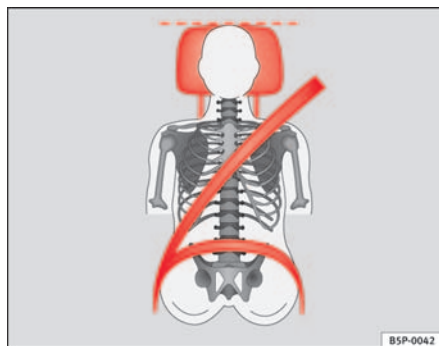
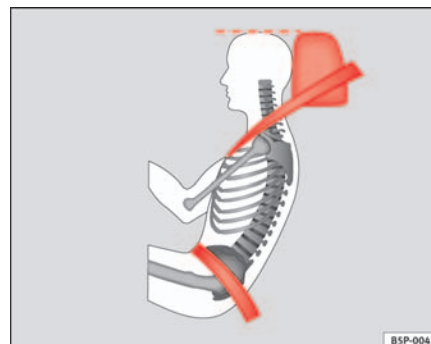

Fig. 87 Visto de frente:
Fig. 88 Visto de lado:
- Ajuste el apoyacabezas de modo que el borde superior del mismo quede a la misma altura que la parte superior de la cabeza, como mínimo a la altura de los ojos. ⇒ fig. 87 y ⇒ fig. 88.